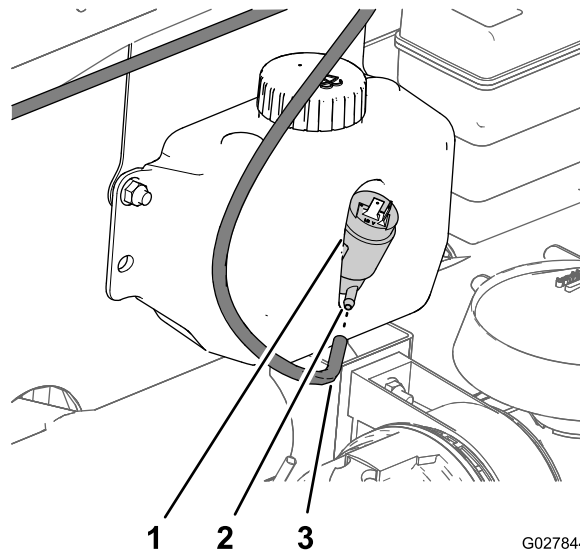

**Figura 23**
4. Posate l'estremità libera del flessibile attraverso la parte posteriore della cabina e allineate il flessibile con il raccordo dentellato nella pompa del lavacrystallo (Figura 23).